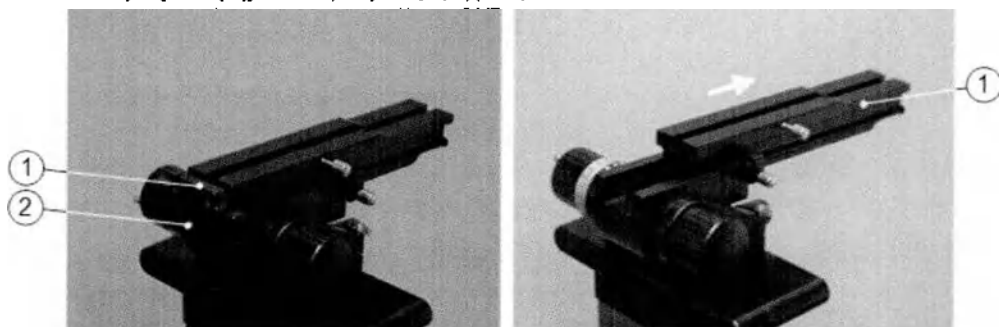

Рис. 6.3. Извлечение винтов (слева) и регулятора (справа)
- 3 Для снятия торцевой крышки (рис. 6-3, слева, цифра 1) ослабьте 3 винта с внутренним шестигранником (3 мм) (цифра 2).
- 4 Извлеките регулятор (рис. 6-3, справа, цифра 1)